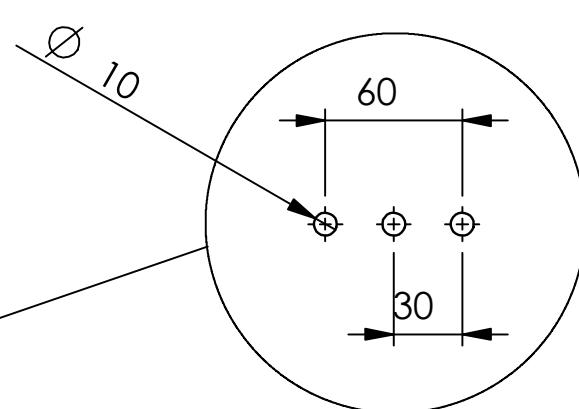

Рис.02
- 3.- Connect the appropriate length cable between the anchor and the pool's equipotential outlet point, using a screw (c), washer (a) and nut (b) (Fig.02).
- 3.- Conectar el cable, de longitud adecuada entre la toma equipotencial de la piscina y el anclaje, mediante tornillo (c), arandela (a) y tuerca (b) (Fig.02).
- 3.- Connecter le câble, de longueur approprié entre la prise équipotentielle de la piscine et l'ancrage, à l'aide de la vis (c), de la rondelle (a) et de l'écrou (b) (Fig. 02).
- 3.- Das Kabel geeigneter Länge zwischen der äquipotentielle Entnahmestelle des Schwimmbads und der Verankerung mit Schraube (c), Unterlegscheibe (a) und Mutter (b) verbinden, wie in der Fig.02 angegeben.